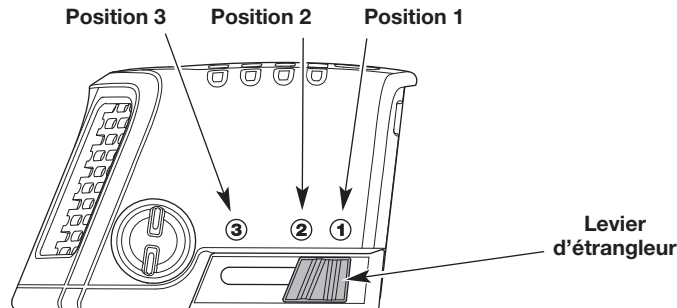

Fig. 9
4. Déplacez le levier d'étrangleur en **Position 1** (Fig. 9).
7. Continuez d'appuyer sur la manette des gaz. Déplacez le levier d'étrangleur en **Position 2** (Fig. 9).
10. Continuez d'appuyer sur la manette des gaz. Déplacez le levier d'étrangleur à la **Position 3** (Fig. 9) et laissez le moteur chauffer pendant 60 secondes supplémentaires. L'appareil peut être utilisé pendant ce laps de temps.